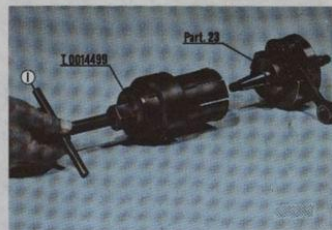

Fig. 33
**Fig. 33. Pista interior cojinete de rodillos del cigüeñal:** Aplicar el extractor T. 0014499 con los semianillos específicos (part. 23) como se indica en la figura, luego actuar sobre el mango «I» hasta que la pista salga de su alojamiento.